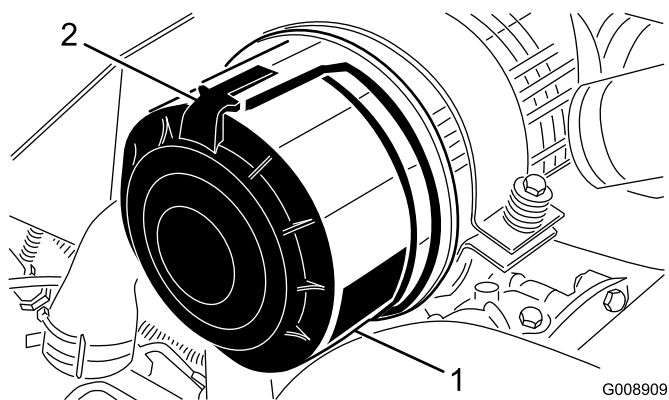

Figure 56
- Desserrez les fixations qui maintiennent le couvercle sur le corps du filtre à air (Figure 56).